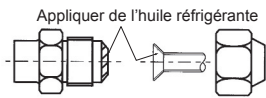

Fig. 7-3
- (3) Appliquez de l'huile réfrigérante sur la surface évasée. (Fig. 7-3)